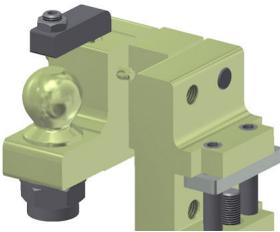

Bild 3
- > Bei Kugelbalken mit einer Dicke < 50 mm sind Distanzbleche zu verwenden (siehe Bild 3).